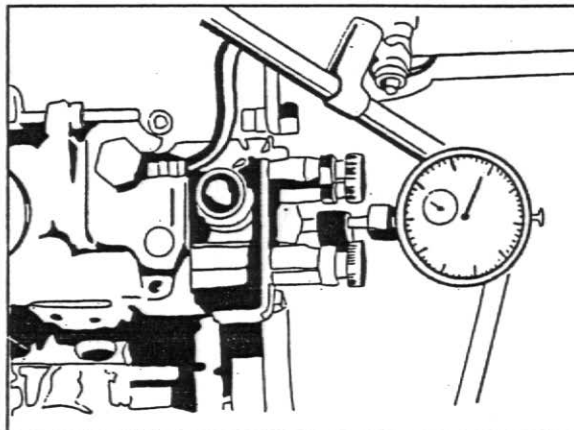

Fig. 17
5. Remova o parafuso central, localizado entre os tubos de saída da bomba injetora e o seu anel de vedação. Monte o Dispositivo de Sincronismo Bosch, ferramenta nº 8130439, com uma leve pré-carga, fig.17.